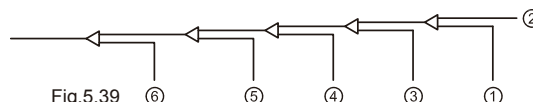

Fig.5.39
8. Escoe as outras aberturas da mesma maneira, trabalhando em sequência da unidade de interior A em direção às unidades de exterior. Consulte a Fig.5.39